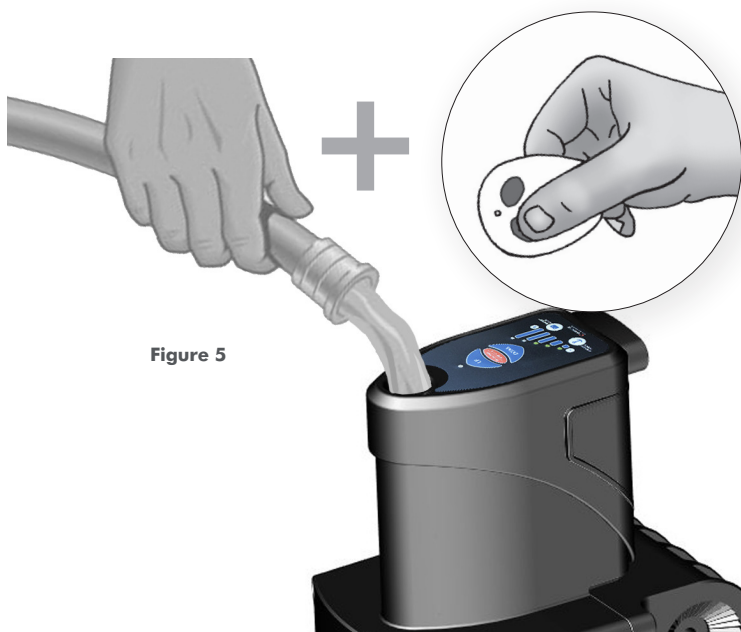

Figure 5
- L'unité d'entraînement MICRO doit être rincée à l'eau après toute utilisation. **(FIG. 5)**
Le moteur fait un bruit de grincement lorsqu'il fonctionne	Rincez la poche du pieu avec de l'eau pour enlever la saleté qui aurait pu causer le grincement (FIG. 5)